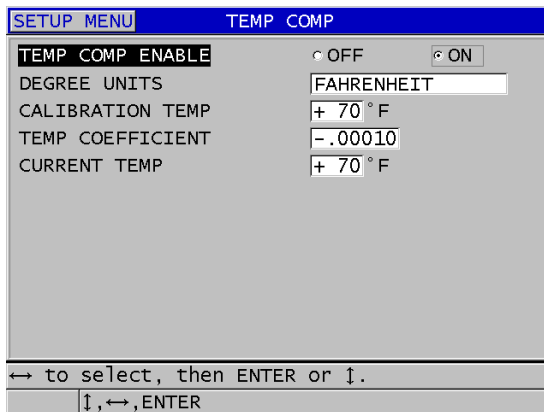

図 10-18 温度補正画面
3. 温度補正では、次の操作を行います（174 ページの図 10-18 参照）。